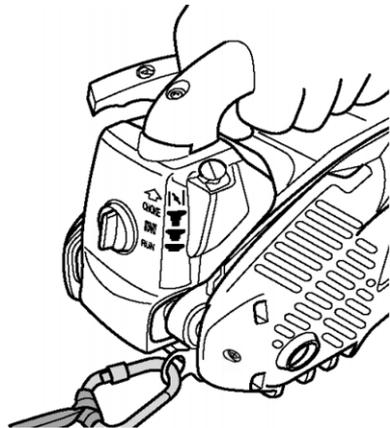

Fig.33
- 3) La tronçonneuse doit être attachée au point de fixation (Fig.33 repère24) au moyen d'une corde.
Dans la Fig.33 nous voyons un exemple de suspension de la tronçonneuse au harnais.